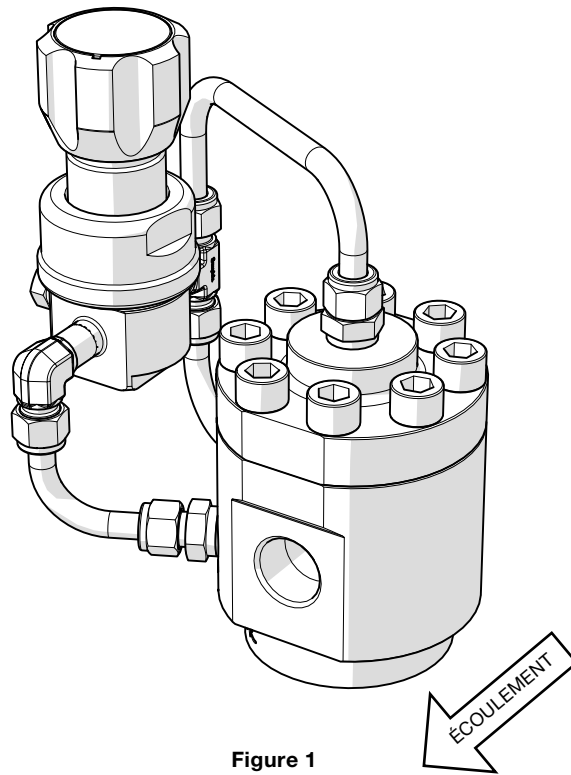
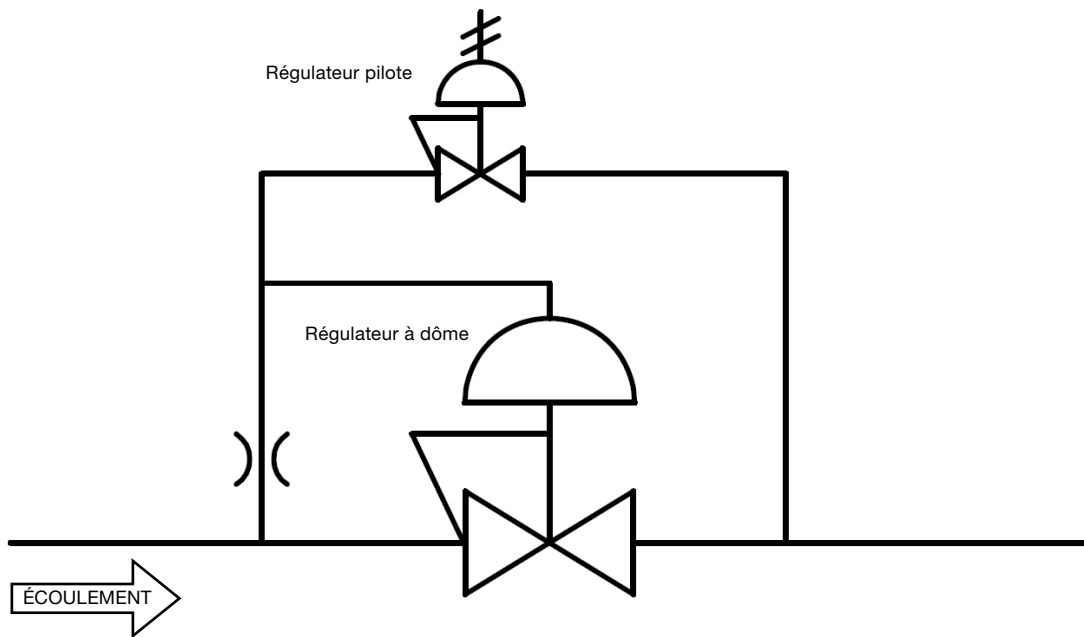

Figure 1
Figure 2
- La position de montage à privilégier est une position horizontale, avec le logement du ressort ou le dôme orienté vers le haut comme sur la figure 1 (voir page 9). Des positions différentes peuvent augmenter le risque d'usure des composants.
- **Contrôle par régulateur pilote intégré.** Dans cette configuration, le régulateur à dôme est fourni avec un régulateur pilote intégré à l'ensemble (cf. Figure 1). Le régulateur pilote, alimenté par la pression du système, est actionné manuellement pour contrôler la pression dans le dôme (cf. Figure 2). Cette configuration ne convient pas aux applications qui mettent en œuvre des liquides.